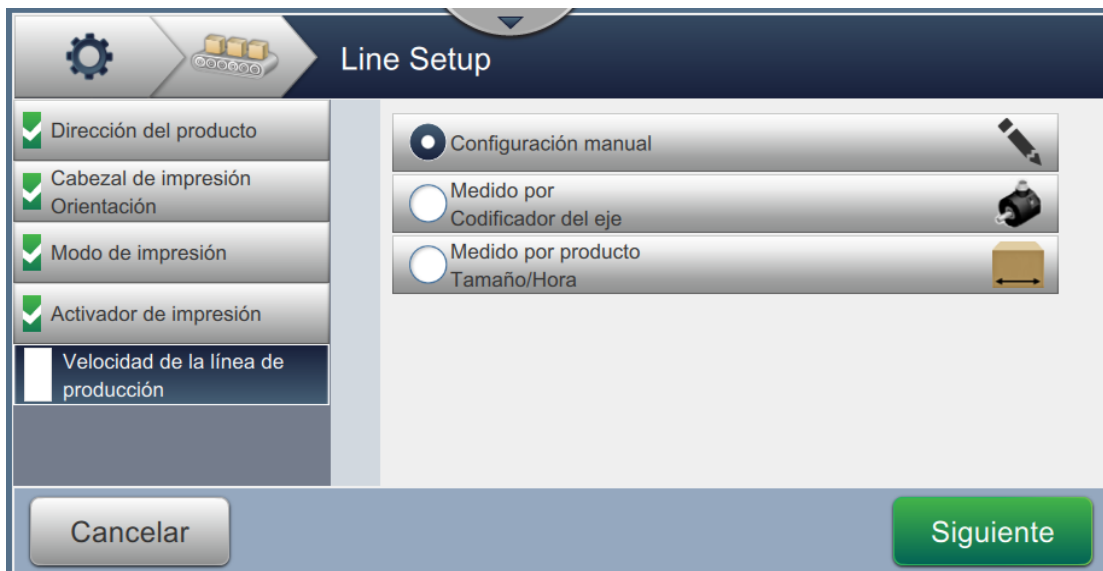

Figura 6-34: Configuración de la línea de producción: velocidad de la línea de producción
1. Pulse *Velocidad de la línea de producción* en la pantalla Configuración de línea y seleccione la velocidad necesaria de la línea de producción, como se muestra en la Figura 6-34. Pulse el botón  para definir la velocidad de la línea de producción.
1. Seleccione *Configuración Manual*, como se muestra en la Figura 6-34. Pulse el botón
1. Seleccione *Medido por Codificador del eje*, como se muestra en la Figura 6-34. Pulse el botón
1. Seleccione *Medido por producto Tamaño/Hora*, como se muestra en la Figura 6-34. Pulse el botón  para introducir los parámetros requeridos.